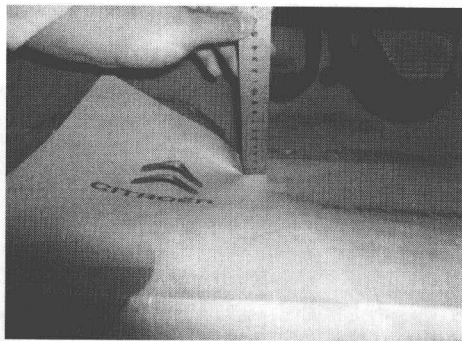

图 1-32 自由状态时测量 H
②离合器踏板行程过大会造成_____。
①踏板处于自然状态时,将 300mm 的刻度尺保持与底板垂直,测量此时离合器踏板上平面到底板的距离 H ,如图 1-32 所示。